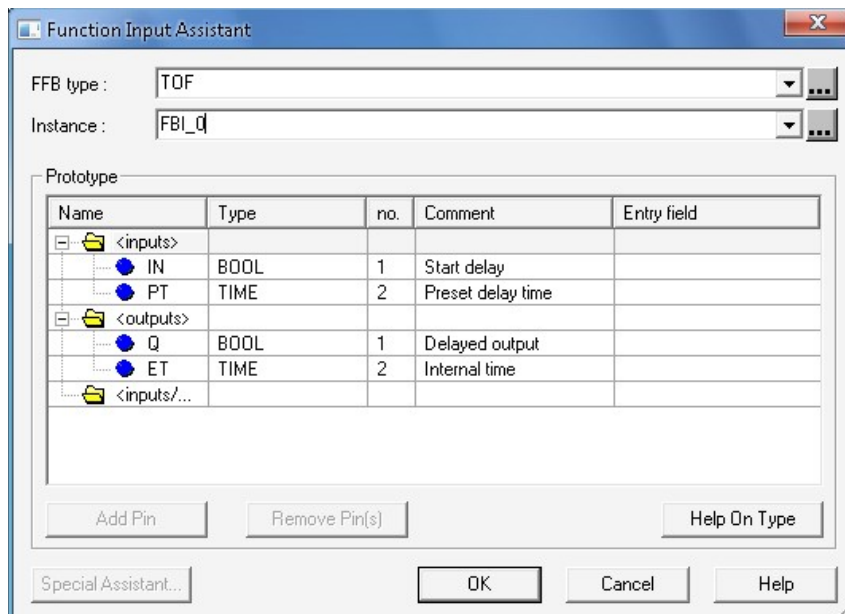

Рисунок 23 – Зображення вікна для введення параметрів
– після вибору необхідної функції з'являється вікно, в якому необхідно ввести необхідні параметри у стовпчик «Entry field» (рисунок 23).